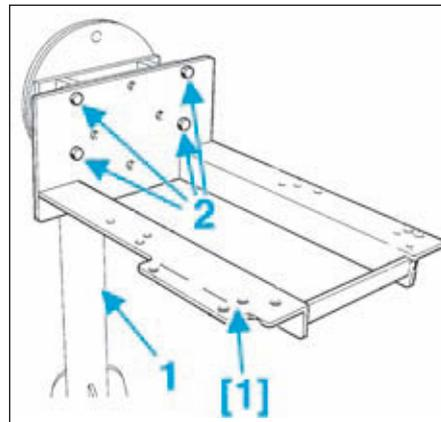

FIG.9
- Mettre en place la plaque support de boîte de vitesses [1] sur un support d'organes (2) à l'aide des vis (3) (Fig.9).